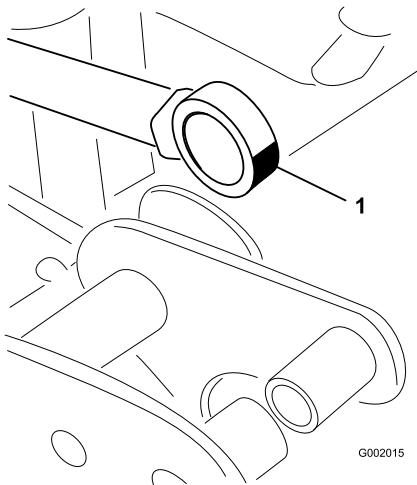

Figura 66
5. Ruotate il cuscinetto terminale dell'asta e applicate del grasso sul cuscinetto (Figura 66).